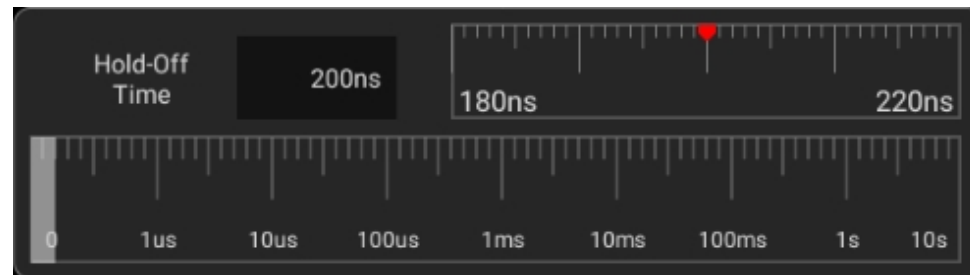

Abbildung 6-11 Schnittstelle zum Einstellen der Trigger-Verzögerungszeit
- 1) Tippen Sie im Hauptmenü auf „Trigger“, um das Triggermenü zu öffnen. Tippen Sie unter „Allgemein“ auf das Kästchen hinter „Ablehnungszeit“, um die Schnittstelle zur Einstellung der Triggerverzögerungszeit zu öffnen. Die Triggerzeit wird oben links angezeigt, die Feineinstellungsskala oben rechts und die Grobeinstellungsskala darunter, wie in Abbildung 6-11 dargestellt.